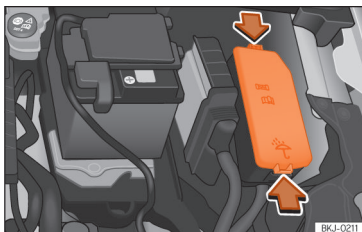

Fig. 169 No compartimento do motor: tampa da caixa de fusíveis.
- Pressione as patilhas de bloqueio para desbloquear a tampa da caixa de fusíveis >>> **Fig. 169**.